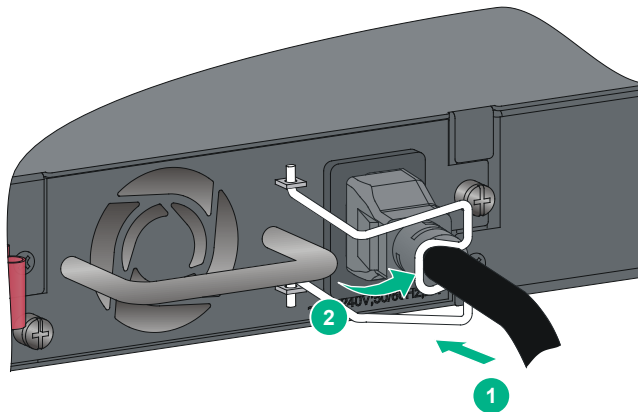

図 3-23 PSR150-A1 への AC 電源ケーブルの接続 2
- 3) 図 3-23の①に示すように AC 電源ケーブルの電源モジュール接続側を装置の AC 電源入力ソケットに接続してください。
- 4) 図 3-23の②に示すように AC 電源ケーブルを電源モジュールに固定するため、AC 電源ケーブルの固定金具を右に移動してください。